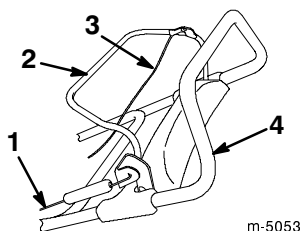

Figure 2
1. Coupez les attaches qui lient le câble de commande de la turbine au mancheron (Fig. 2).
7. Vérifiez que le câble de commande de la turbine et le câble d'entraînement de traction sont correctement réglés (Fig. 2). Reportez-vous à la rubrique *Réglage du câble de commande de la turbine*, page 12, et à la rubrique *Réglage du câble d'entraînement de traction*, page 13.